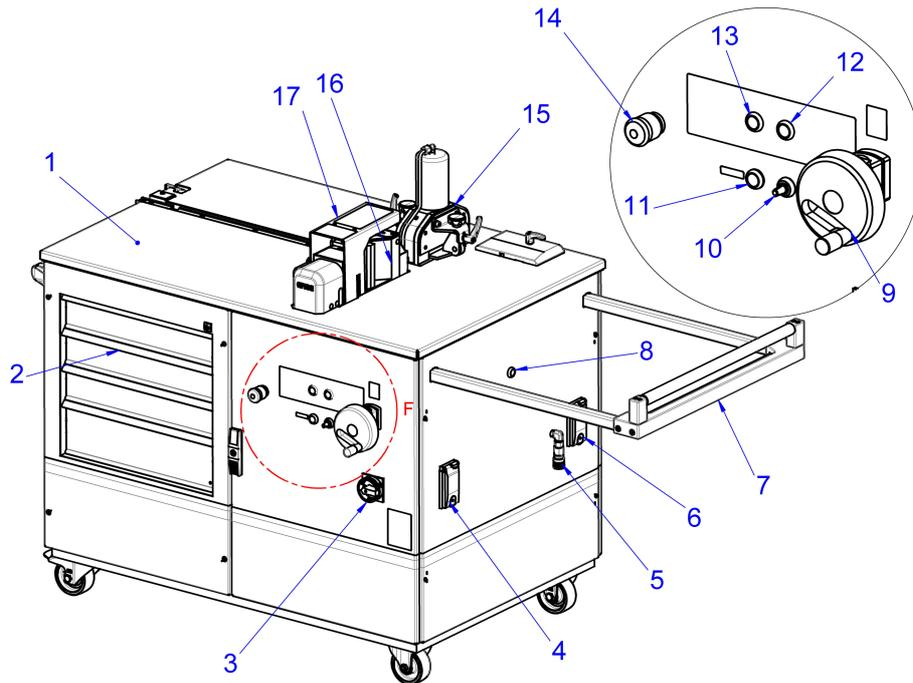
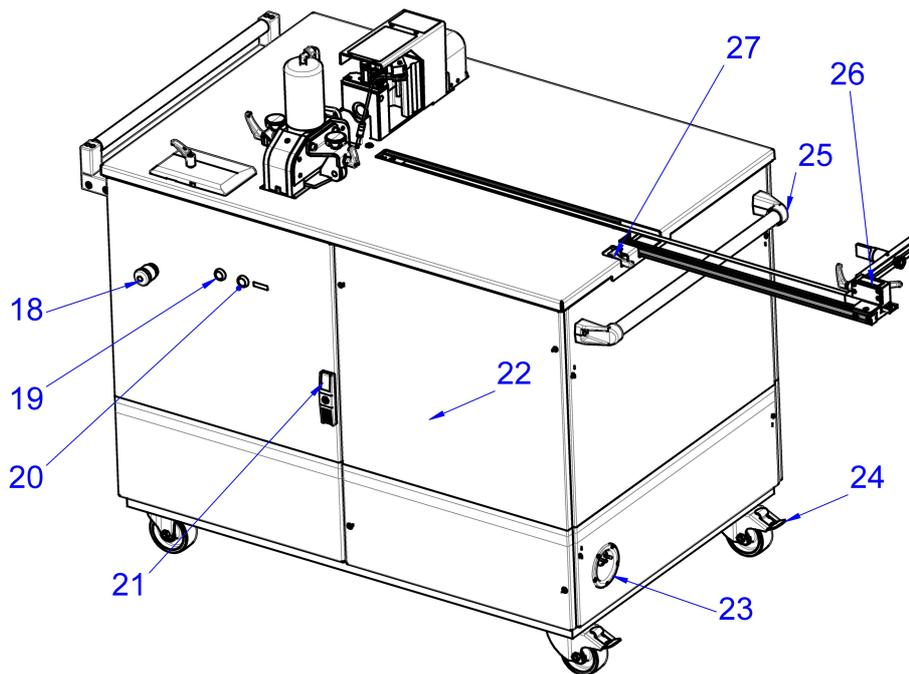

Fig. 1: Vista frontale
Fig. 2: Vista posteriore
L'interruttore di sicurezza a pedale singolo è collegato tramite una presa (fig. 1, 4) alla stazione mobile. Quattro pulsanti a pressione (fig. 1, 8, 12, 13 e fig. 2, 19) servono a selezionare la stazione di lavoro desiderata. La lavorazione è possibile solo su una stazione alla volta. L'unità di taglio (fig. 1, 15) per tagliare la lunghezza delle sbarre e l'unità di piegatura e perforatura (fig. 1, 16) sono protette da un piano di lavoro stabile, resistente all'abrasione, in acciaio inox (fig. 1, 1). Nel piano è integrato un finecorsa che può essere esteso a 1200 mm (fig. 2, 26) ed è utilizzabile da tutte le stazioni.
Un ulteriore raccordo idraulico (fig. 1, 5) consente il collegamento di unità idrauliche esterne per estendere le stazioni di lavoro esistenti. Per semplificare la lavorazione di pezzi lunghi, la «stazione mobile» è dotata di un rullo di supporto estraibile (fig. 1, 7).
Due arresti di emergenza (fig. 1, 14 e fig. 2, 18) possono fermare immediatamente la pompa idraulica in situazioni di pericolo, consentendo il ritorno dell'utensile nella sua posizione iniziale. Con l'impiego di un convertitore di frequenza è possibile la regolazione della velocità degli utensili tramite potenziometro (fig. 1, 10). Durante la foratura e la punzonatura, il corpo principale è coperto da una cuffia di protezione (fig. 1, 17). L'altezza del corpo principale può essere regolata facilmente con una manopola (fig. 1, 9) in base alle indicazioni sul display. Quattro ampi cassetti con serratura (fig. 1, 2) offrono spazio sufficiente per riporre gli utensili utilizzati e il materiale di lavoro. Un contenitore di raccolta degli scarti di rame si trova dietro la porta (fig. 2, 21) accanto al quadro elettrico (fig. 2, 22). Il cavo di alimentazione (fig. 2, 23) è incorporato nel pannello laterale della «stazione mobile» e, quando necessario, può essere esteso alla lunghezza massima di 4,5 metri o rimanere completamente arrotolato.
- Inserire il cavo di alimentazione dell'interruttore a pedale nella presa quadripolare (fig. 1, 4).
- Settare l'interruttore di accensione della stazione mobile su (I) per mettere l'unità in standby.
I laser si accendono o spengono con i pulsanti (fig. 1, 11 e fig. 2, 20). Per prolungare la vita del laser, essi spengono automaticamente dopo 15 minuti. I laser vengono riaccesi premendo brevemente l'interruttore a pedale o premendo il pulsante corrispondente.
- Regolare l'altezza del corpo principale con la manopola girevole (fig. 1, 9) e allineare la matrice di piegatura al centro del pezzo.